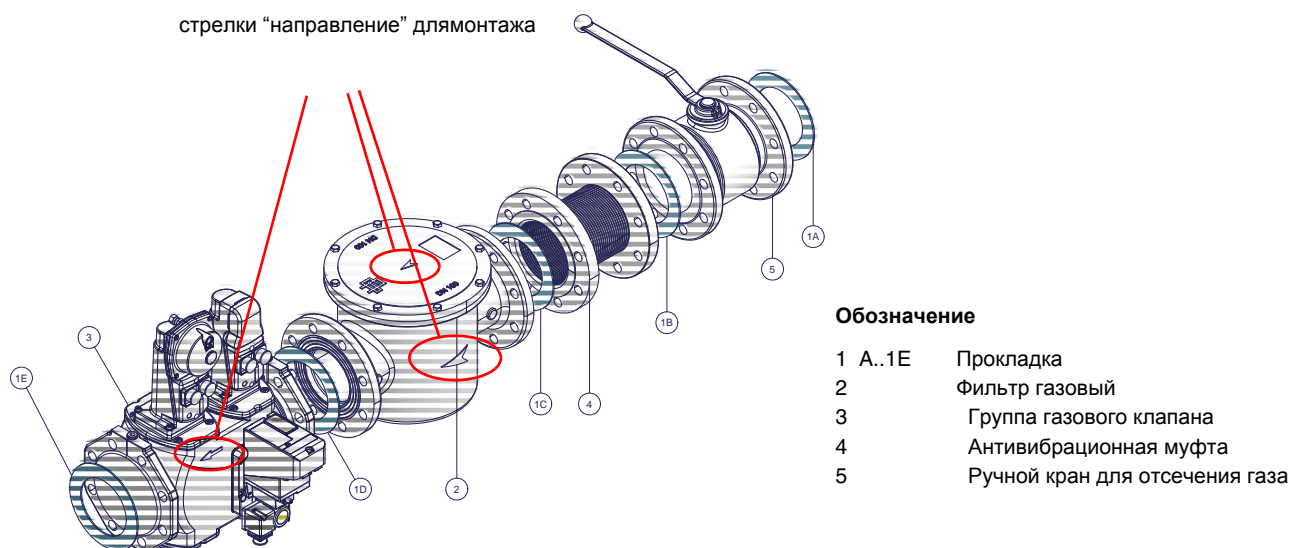

Рис. 8 - Пример газовой рампы
- 1-б) при фланцевых соединениях: между соседними компонентами устанавливать прокладку (Рис. 8), совместимую с используемым газом,
**ВНИМАНИЕ:** после монтажа газовой рампы согласно схеме на Рис. 8, необходимо провести тестирование на герметичность газового контура, согласно требований действующих нормативов.
ВНИМАНИЕ: после монтажа газовой рампы согласно схеме на Рис. 8, необходимо провести тестирование на герметичность газового контура, согласно требований действующих нормативов.